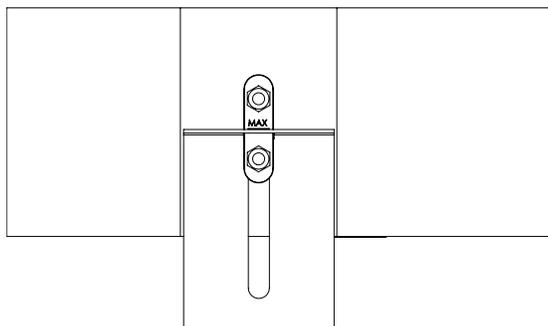

Figura 9
**NUNCA** exceda a posição frontal máxima indicada nos suportes em L (Figura 9).